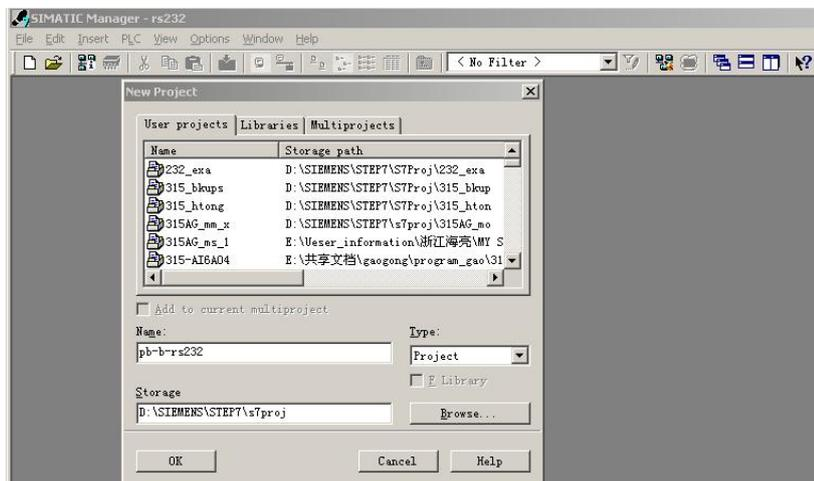

图 3
(3) File→New, 键入文件名: pb-b-rs232, →OK, 见图 3。